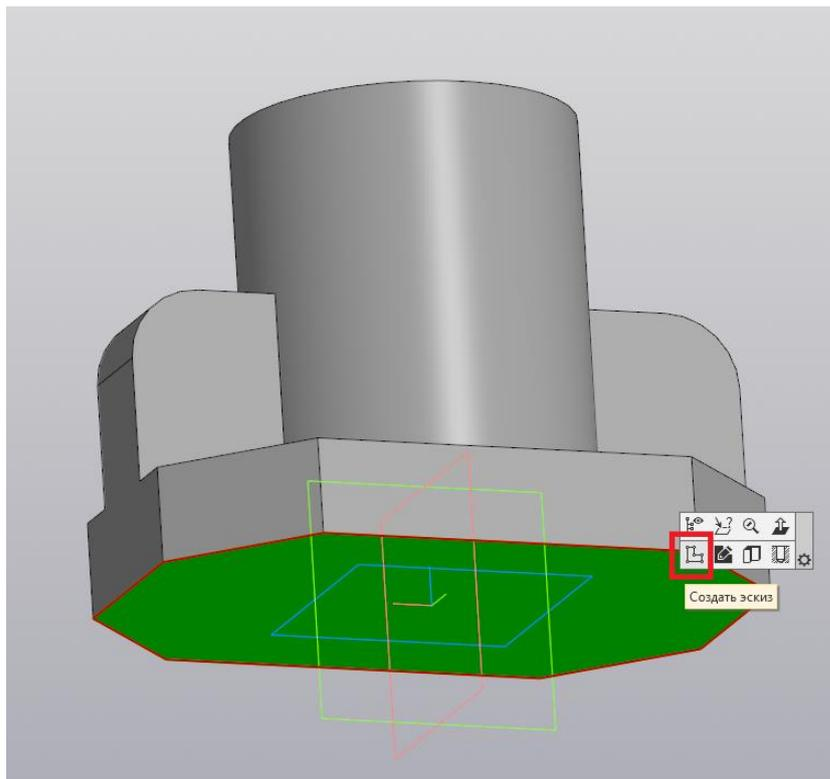

Рис. 89
17. В нижней части основания создаём новый эскиз (рис. 89).